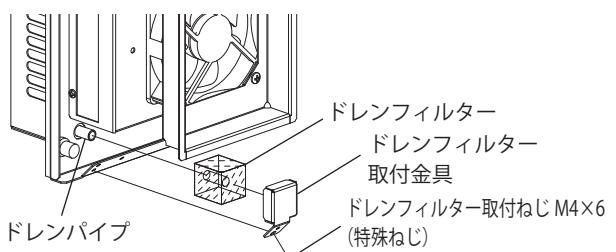

図11 ドレンフィルター取付方法
- 付属のL型レンチによりドレンフィルター取付ねじ(特殊ねじ)を外し、ドレンフィルター取付金具を外してください。(図11)